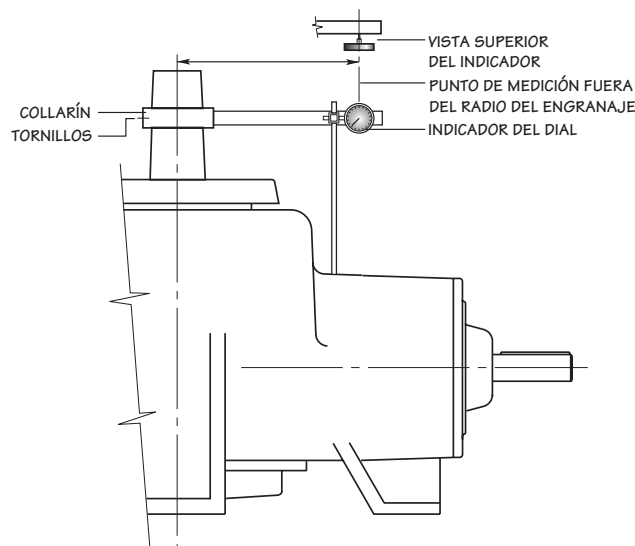

Figura 5 Medición de la holgura del engranaje
Con el diente marcado "X" en el engranaje del piñón entre los dos dientes marcados "X" del engranaje de la corona, verifique la holgura con un indicador de dial según se muestra en la **Figura 5**. Bloquee el eje del piñón para que no rote. El índice de movimiento del eje del ventilador, medido a una distancia equivalente al radio exterior de la corona es la holgura. La holgura en todos los radios debe ser de entre .007 y .014". Con el diente "X" engranado, la holgura debe estar aproximadamente en el medio del rango permitido. Verifique la holgura en otros tres puntos alrededor de la corona para asegurarse de que la holgura se encuentra dentro de los límites especificados. Ajuste la corona axialmente mediante la remoción o adición de cuñas (420) en la parte inferior de la tapa de rodamiento.